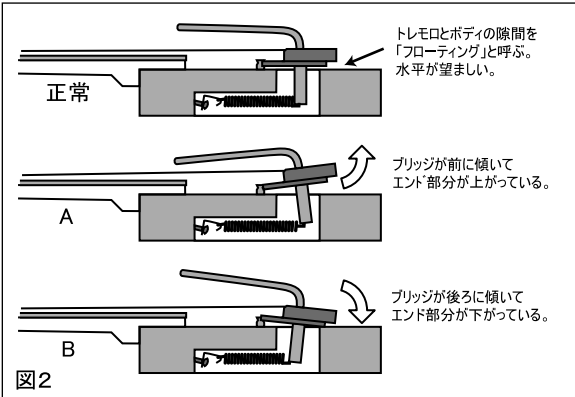

図2
弦とスプリングの張力が釣り合って、トレモロユニットがボディと水平になった状態がベストなセッティングです。水平かどうかは、チューニングがされている状態でトレモロユニット本体(金属板の部分)を横から見て確認します。(図2)
- ・ブリッジが前に傾いている(図2-A) → トレモロスプリングフックのスクリューを右(時計回り)に回す。
- ・ブリッジが後ろに傾いている(図2-B) → トレモロスプリングフックのスクリューを左(反時計回り)に回す。